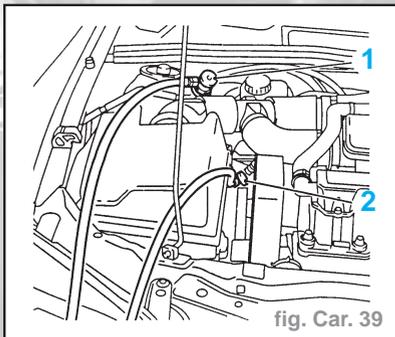

fig. Car. 39
- Brancher la station service : placer le flexible bleu sur le raccord de service basse pression (2) de petit diamètre. Le flexible rouge est raccordé au raccord de service haute pression (1) de gros diamètre (fig. Car. 39). Vider le clima-
- Brancher la station service : placer le flexible bleu sur le raccord de service basse pression (2) de petit diamètre. Le flexible rouge est raccordé au raccord de service haute pression (1) de gros diamètre (fig. Car. 39). Mettre sous vide le climatiseur, suivre scrupuleusement le mode d'emploi de la station service. Remettre la quantité de nouveau liquide de compression qui a été prélevé lors de la vidange, dans le climatiseur à l'aide de la station service. Remplir le climatiseur de fluide frigorigène R 134a, capacité de réfrigérant 680 g.